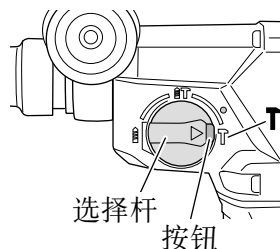

图 27
按下按钮并将选择杆对准 **T** 记号，可以将电动锤钻设置为只锤钻模式 (图 27)。
- (3) 旋转选择杆，使其对准 **T** 记号 (图 27)。尖钻头或冷镦被锁定